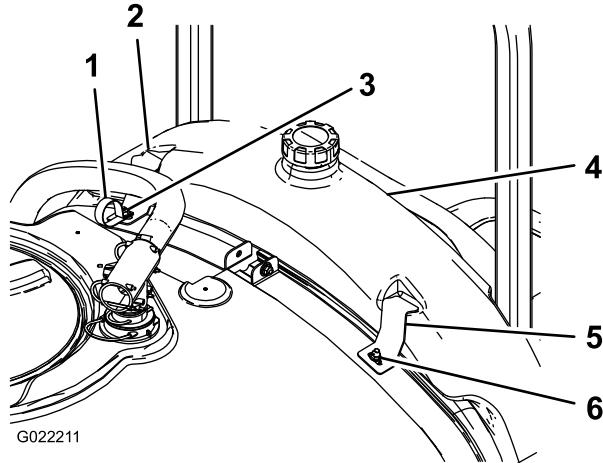

**Figure 4**
1. Montez le raccord de traversée sur le réservoir de rinçage (Figure 4).